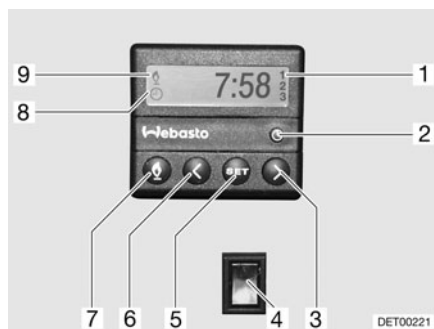

Fig. 139 Unidad de mando para la calefacción auxiliar
- Pulsar la tecla (Fig. 139,7). El funcionamiento de la calefacción se indica con el símbolo (Fig. 139,9).
- Pulsar la tecla (Fig. 139,7). Se apaga el símbolo (Fig. 139,9).
- Pulsar el interruptor (Fig. 139,4) por abajo. Se precalienta el motor.
- Pulsar el interruptor (Fig. 139,4) por arriba. El motor permanece frío.
- Pulsar la tecla (Fig. 139,2). El ajuste de la hora se indica con el símbolo (Fig. 139,8).
- Ajustar la hora con las teclas (Fig. 139,3 y 6).
- Pulsar la tecla (Fig. 139,5).
- Ajustar en 10 seg. el tiempo de conexión con las teclas (Fig. 139,3 y 6).
- Pulsar la tecla (Fig. 139,5) tantas veces como sea necesario hasta que aparezca en el display el número de programación (Fig. 139,1).